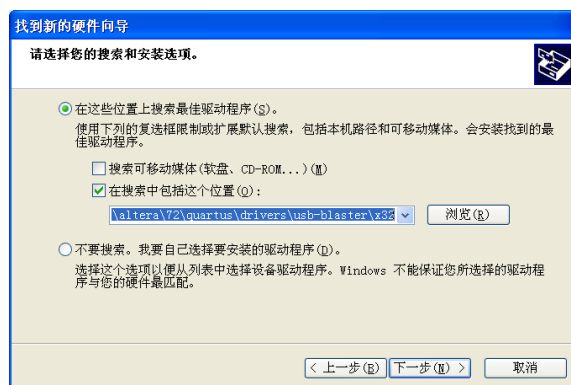

图 9 找到新的硬件向导
- e) 点击确定之后回到下面的对话框（图 9），点击“下一步”；